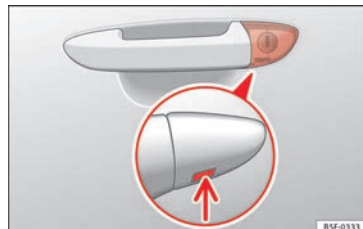

Abb. 3 Fahrtürgriff: verborgener Schließzylinder.
- Den Schlüsselbart am Fahrtürgriff in die untere Öffnung der Abdeckkappe stecken »» **Abb. 3** (Pfeil) und die Abdeckkappe von unten nach oben abziehen.